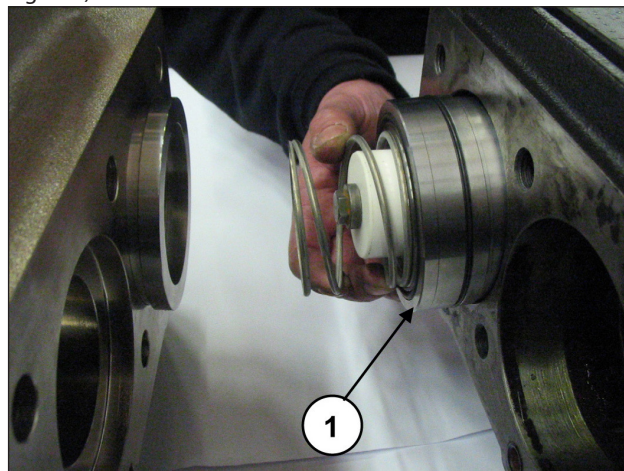

Fig. 135
En tournant l'arbre, déplacer le guide de piston vers l'avant pour que le tampon, en avançant à son tour, puisse expulser le support de joint, le ressort et l'ensemble du piston (rep. ①, Fig. 135).